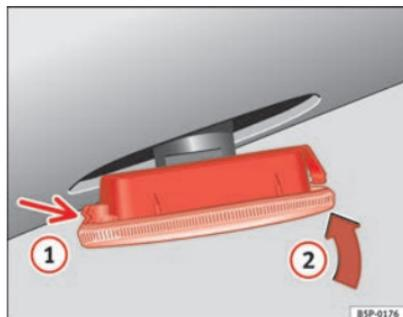

Abb. 236 Seitlicher Blinker
⇒ Abb. 236, Pfeil ①.
- Die Lampe in Richtung Pfeil ② ⇒ Abb. 236 einsetzen. ■